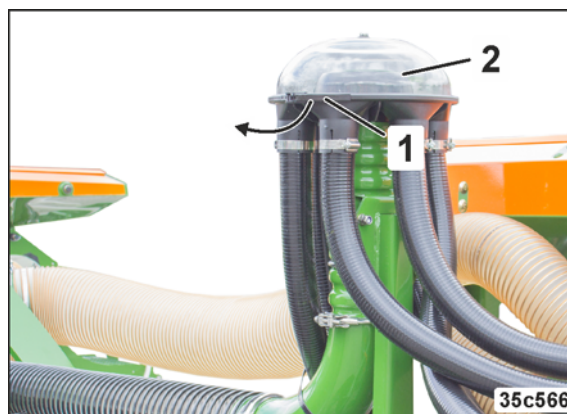

Fig. 287
3. Løsn spænderingen (Fig. 287/1), og træk den transparente plasthætte (Fig. 287/2) af fordelerhovedet.